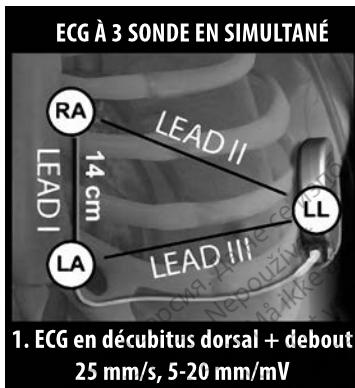

Figure 2. Emplacement type des électrodes d'ECG de surface pour le screening patient
1. Pour pouvoir suivre le processus de screening patient, une surface équivalente aux vecteurs de détection sous-cutanés doit être obtenue. Il est important de recueillir les données de l'ECG de surface à l'emplacement correspondant à la position d'implantation prévue pour le système S-ICD. Si l'est prévu que le système S-ICD soit implanté à l'emplacement type, les électrodes d'ECG de surface doivent être positionnées comme suit (Figure 2 Emploi type des électrodes d'ECG de surface pour le screening patient en page 18). Si l'électrode sous-cutanée ou le générateur d'impulsions du système S-ICD doit être positionné à un emplacement spécial, les positions des électrodes d'ECG de surface doivent être modifiées en conséquence.